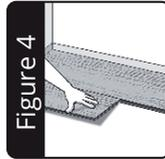

Figure 4
**5.** Starten Sie die zweite Reihe mit einem Paneel das Sie nach Belieben für das gewünschte Verlegungsmuster zurechtschneiden (gekürzte Paneele sollten nicht kürzer als 20 cm sein). Siehe Abbildung 4. Messen Sie die gewünschte Länge des Paneels ab und markieren Sie diese mit einem Bleistift.